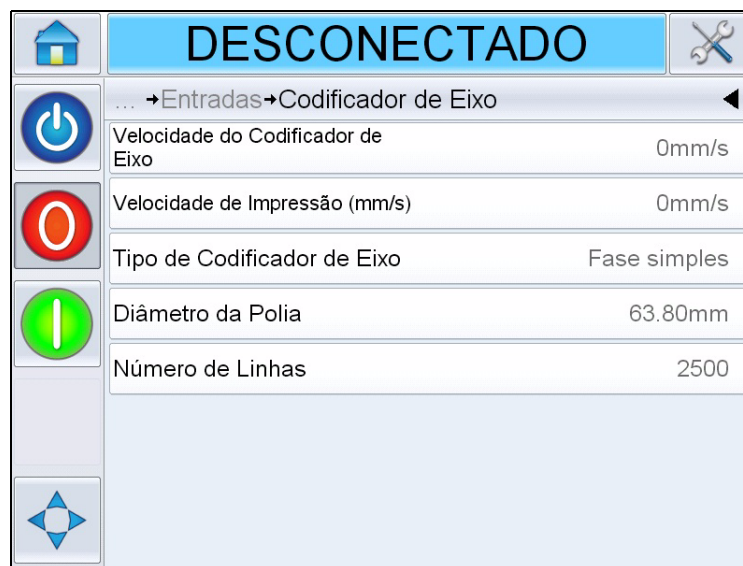

Figura 4-11: Página de diagnóstico do codificador
- Codificador: Toque no botão *Codificador de Eixo* para visualizar a página de diagnóstico do *Codificador*. A página de diagnósticos do *Codificador de Eixo* permite que o usuário visualize os seguintes parâmetros do codificador (consulte Figura 4-11).